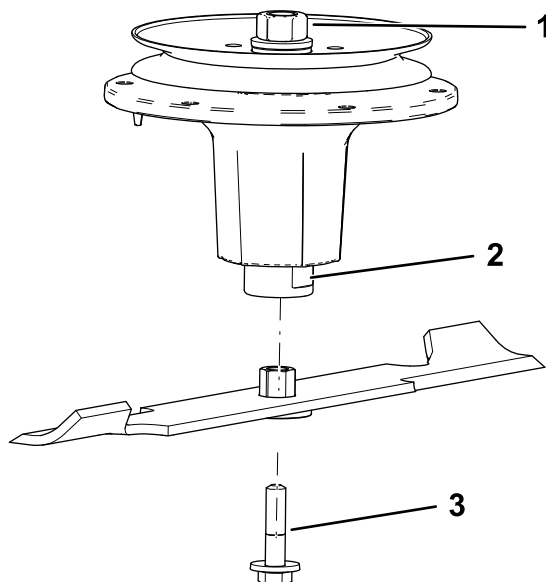

Figura 109
2. Montate il gruppo boccola/lama nell'albero del mandrino (Figura 109).